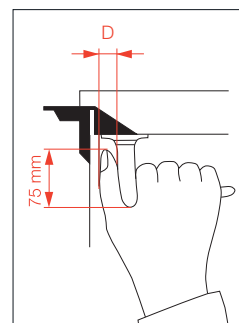

Bild 5: Richtige Anordnung eines Drückers mit genügend Platz für den Daumen.
- für die Finger mind. 25 mm (Bild 5)